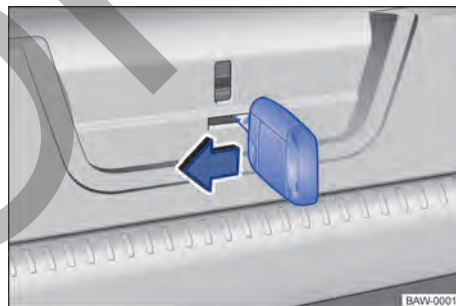

Fig. 59 En el maletero: desbloquear la tapa trasera.
- Introducir la paleta de la llave en la apertura del portón trasero → fig. 59 y mover la palanca de desbloqueo en la dirección de la flecha.